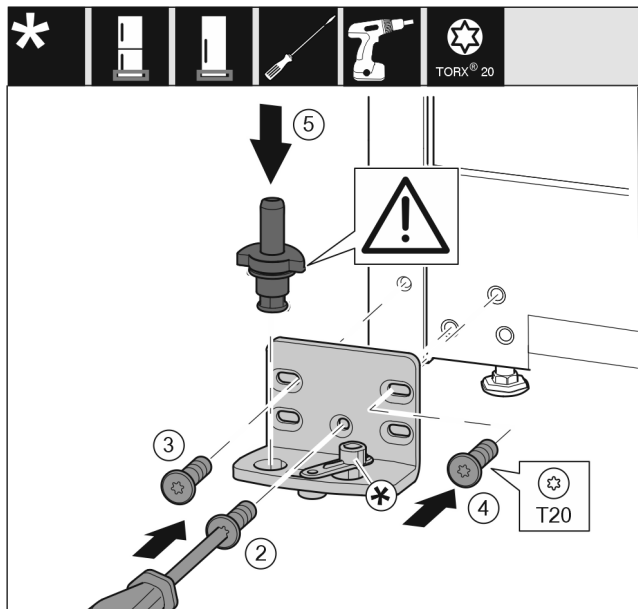

Fig. 25
- ▶ Εφαρμόστε το στήριγμα στην άλλη πλευρά και βιδώστε το με τη βοήθεια ενός κατσαβιδιού T20. Αρχίστε με τη βίδα 2 κάτω στο κέντρο. Fig. 25 (2)
- ▶ Σφίξτε τη βίδα 3 και 4. Fig. 25 (3,4)
- ▶ Τοποθετήστε ολόκληρο τον πείρο. Βεβαιωθείτε ότι το έκκεντρο ασφάλισης είναι στραμμένο προς τα πίσω. Fig. 25 (5)